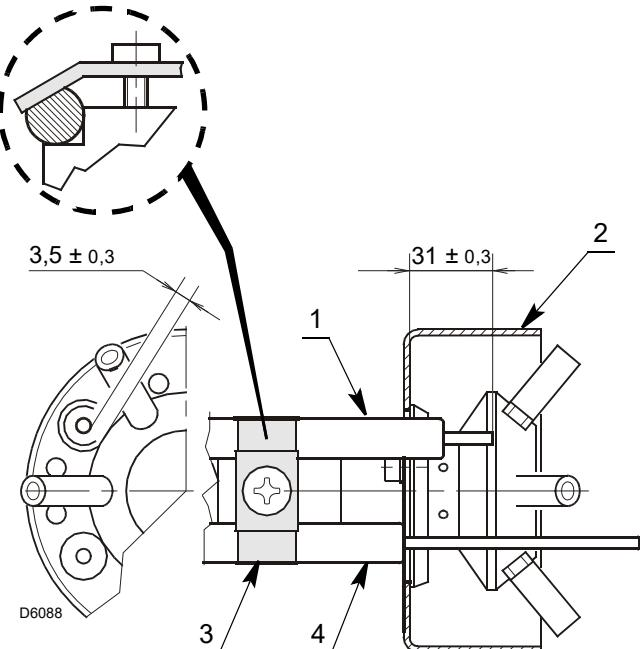

Abb. 16
- Das Einrasten der Platte 3)(Abb. 16) in der Abflachung der Elektrode 1)(Abb. 16) prüfen.
- Den Isolator des Fühlers 4)(Abb. 16) an die Scheibe 2)(Abb. 16) lehnen.